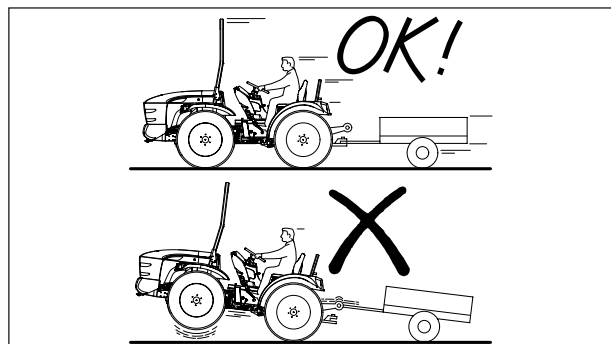

Fig. 28b
- Efectúe el remolque siempre sólo con los dispositivos de remolque. El remolque o el enganche desde otros puntos podría provocar el vuelco del tractor (Fig. 28b).